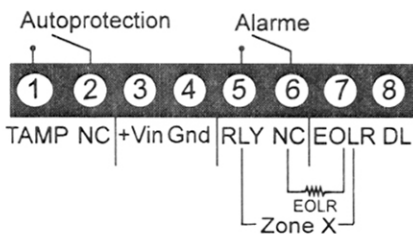

Figure 1: Bornier
- Borne 7: Résistance de fin de ligne optionnel - voir figure 1.